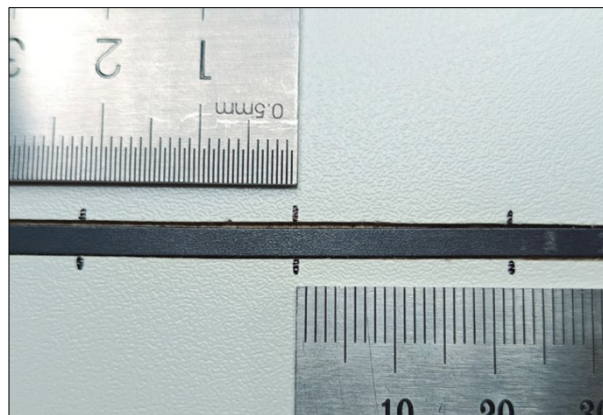

Abbildung 79: Positionierung 22mm nach links und nach rechts
- Legen Sie die gewünschte Einbaustelle fest und markieren Sie diese (Abbildung 79: Positionierung 22mm nach links und nach rechts).